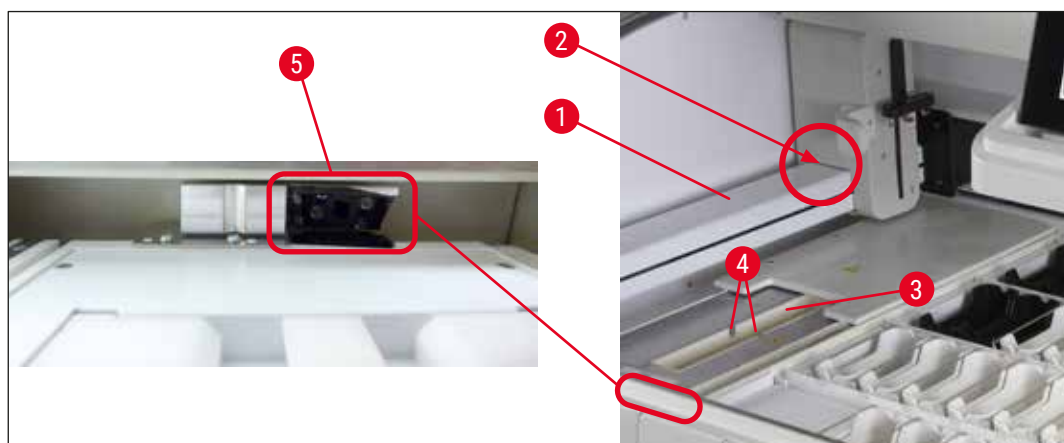

Fig. 95
- En cas d'utilisation du lecteur de codes-barres en option, l'abrasion des supports de lames peut s'accumuler dans le compteur de lames et autour de celui-ci (→ "Fig. 95"). Par conséquent, ces zones doivent être soigneusement contrôlées par l'utilisateur lors de la configuration quotidienne de l'appareil et, si nécessaire, nettoyées à l'aide d'un aspirateur. Le nettoyage au chiffon est déconseillé afin d'éviter de propager les particules sur d'autres zones critiques de l'appareil.